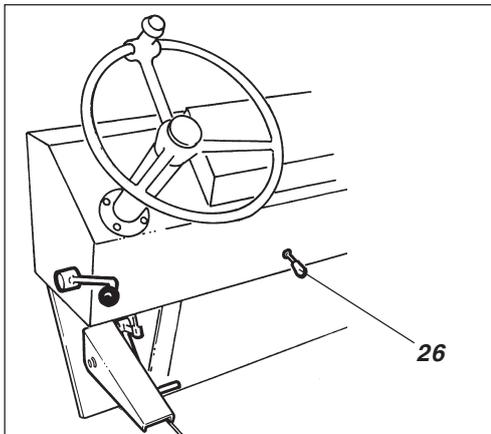

Abb. 19 Fahrerplatz
Der Reifendruck kann mit der Reifendruckanzeige (8) kontrolliert werden. Den Kontrollventilhebel (26, Abb. 19) in die mittlere Stellung führen. Nach oben, um zu erhöhen und nach unten, um zu verringern (zubehör).